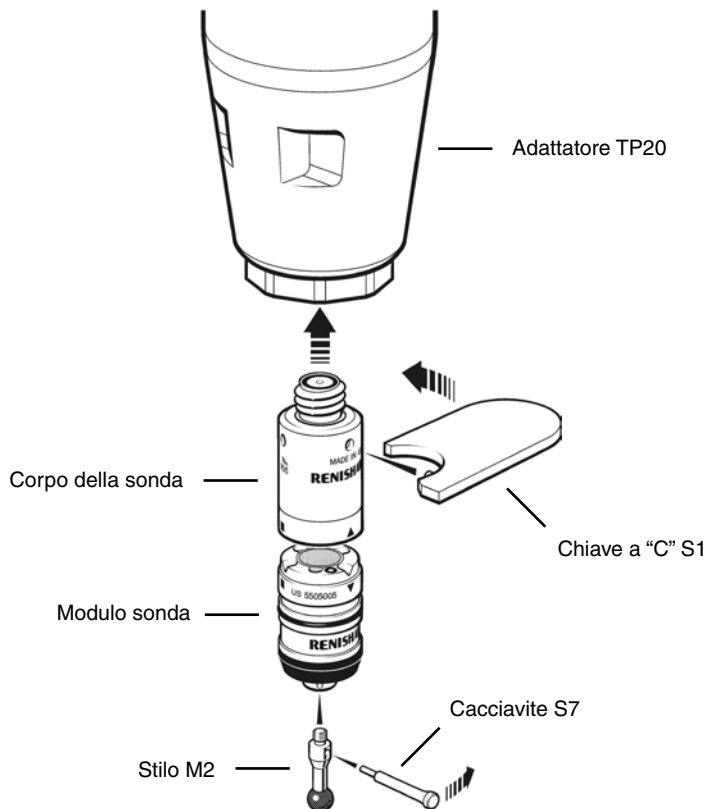

Figura 3 - Installazione della sonda TP20 nell'adattatore FARO
Per installare la sonda TP20, attenersi alla seguente procedura (vedere figura 3):
2. Posizionare la chiave a "C" S1 (in dotazione) sul corpo della sonda, come mostrato nella figura 3.
Per installare uno stilo sul modulo sonda, attenersi alla procedura descritta di seguito (vedere figura 3):